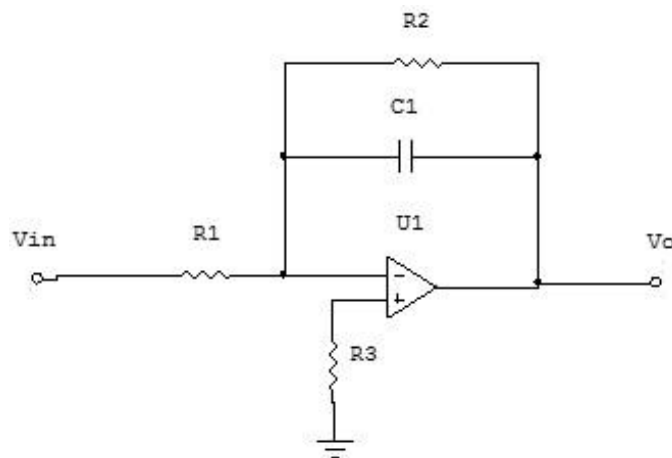

Figura 1. Amplificador de señal 1
2. Para el circuito de la Figura 1, determinar analíticamente las frecuencias de corte en función de los elementos presentados, incluir el Diagrama de Bode Asintótico utilizado para determinar las frecuencias de corte, así como la función de transferencia del amplificador.